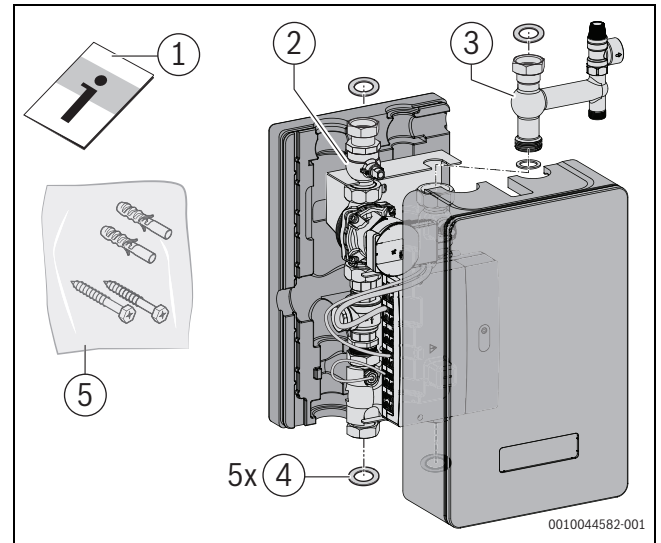

Bild 4 Lieferumfang HB-Set HYC25
- Anschluss-Set Hybrid inklusive Hybrid-Modul (→Bild 4).